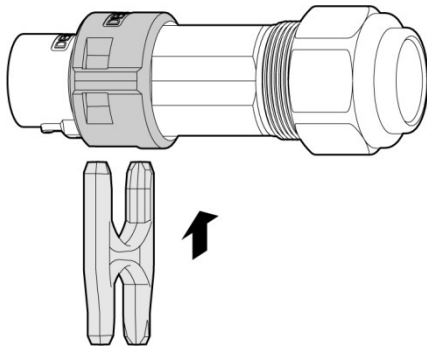

Figura3-24 Separe o terminal da fiação do conector CA do corpo do conector CA
- Etapa 2** Separe o terminal da fiação do conector CA do corpo do conector CA através da ferramenta de instalação do conector CA fornecida, como exibido na Figura3-24.